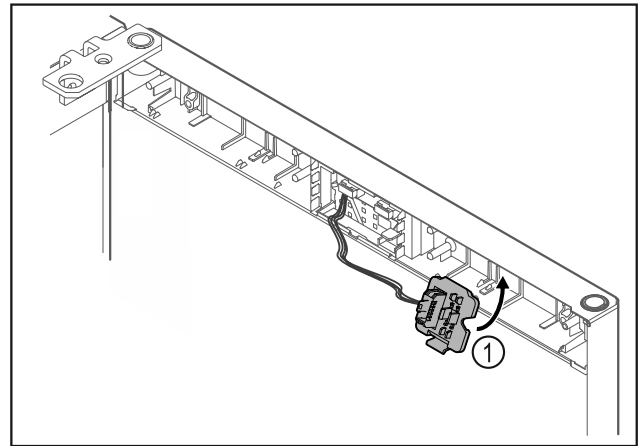

Fig. 15
- Steckerhalterung Fig. 15 (1) auf Gegenseite einrasten.